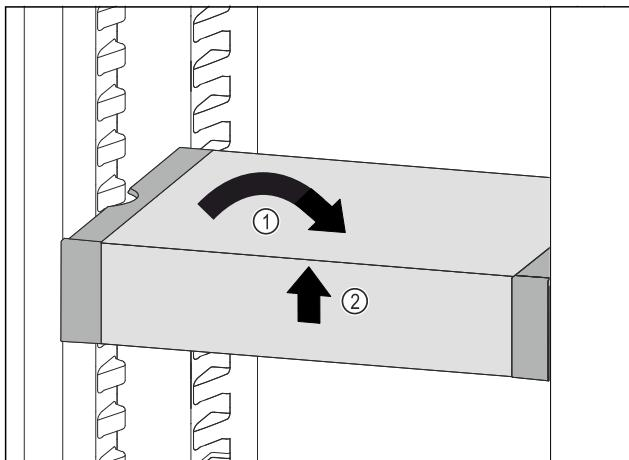

Fig. 94
- Predal VarioSafe postavite ravno. Fig. 94 (1)
- Predal VarioSafe dvignite spredaj. Fig. 94 (2)